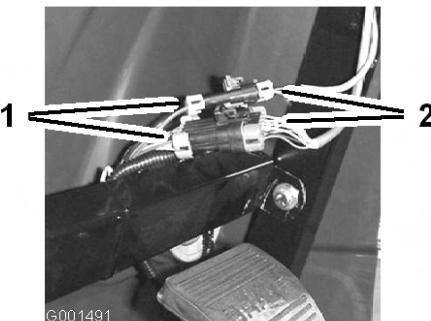

図 7
7. スプレー・プロの電気コードのコネクタを、ダッシュボード下にあるコネクタに接続する(図7)。